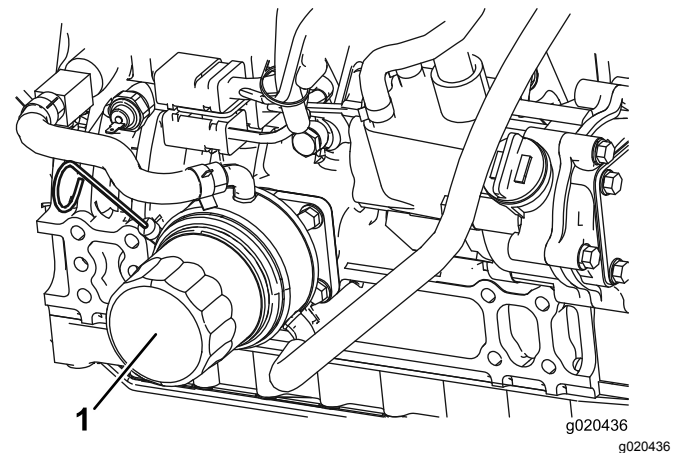

Bild 34
2. Entfernen Sie den Ölfilter (Bild 34). Ölen Sie die neue Dichtung am Ölfilter leicht mit frischem Öl ein, bevor Sie den Filter eindrehen. Ziehen Sie nicht zu fest.